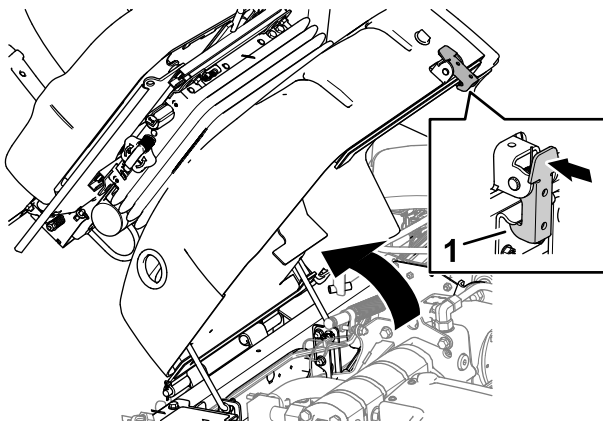

Figura 97
1. Deplasați elementul de fixare a scaunului spre exterior (Figura 97).